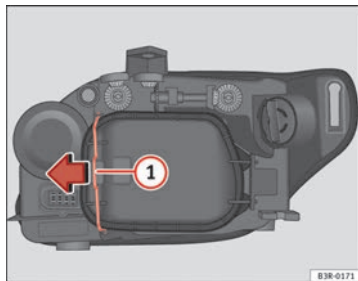

Fig. 213 Luz de posición (lado exterior vehículo)
- Desplace el tirante ⇒ fig. 213 ① en el sentido de la flecha y saque la tapa rígida separando primero el lado del tirante y sacando después las dos pestañas del extremo contrario de la tapa.